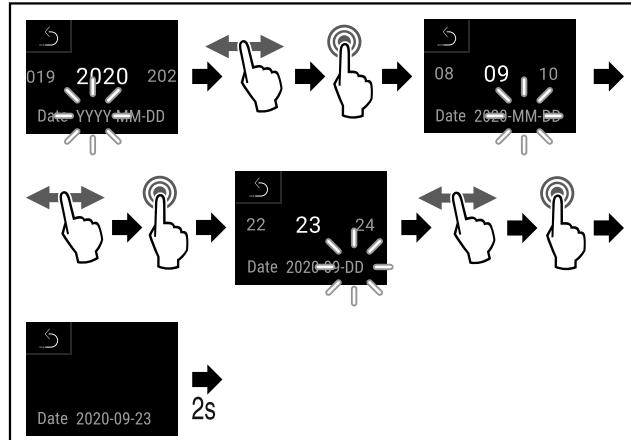

Fig. 55
- Seguir los pasos de procedimiento (consulte Fig. 55).